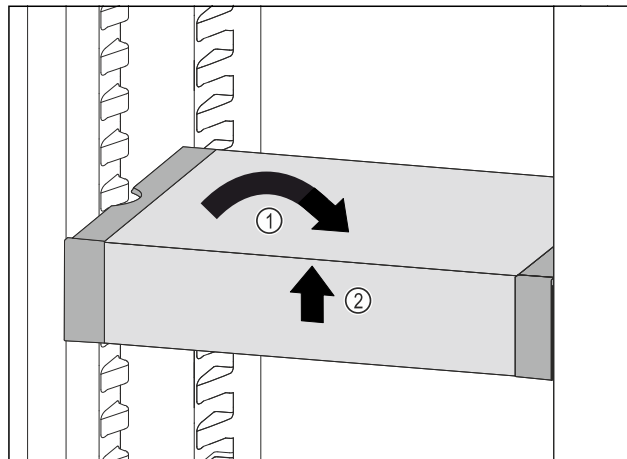

Fig. 240
- Ispravite VarioSafe. Fig. 240 (1)
- Podignite sprijeda VarioSafe. Fig. 240 (2)